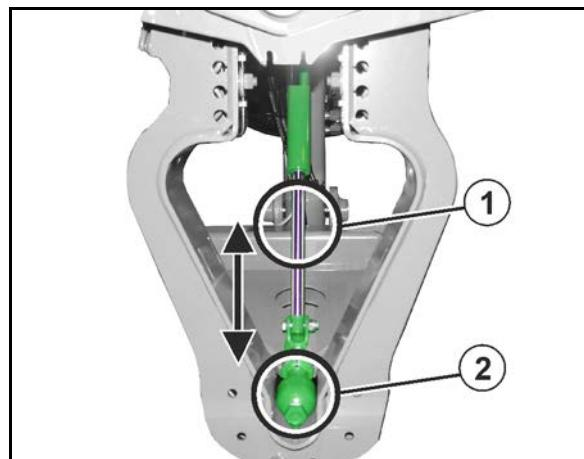

Рис. 70
- маркировка (Рис. 70/1) с красной зоной (Рис. 70/2)
- маркировка (Рис. 70/1) в зеленой зоне (Рис. 70/3)